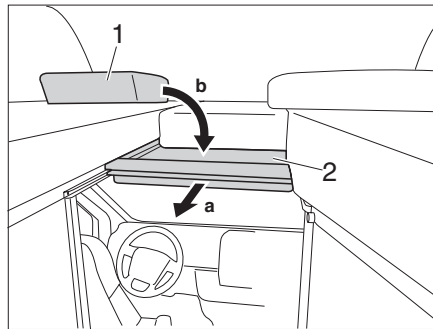

Bild 56 Fahrerhausabtrennung
- Bettunterbau (Bild 56,2) am Griff nach vorne ziehen.
- Polster (Bild 56,1) auf Bettunterbau legen.
- Polster (Bild 56,1) zur Seite legen
- Bettunterbau (Bild 56,2) nach hinten schieben.